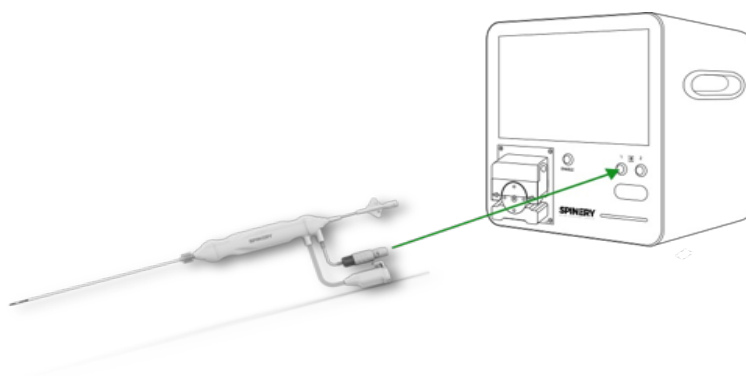

Figura 5 - Collegamento della sonda al generatore RF
1. Collegate la sonda al generatore (Figura 5).